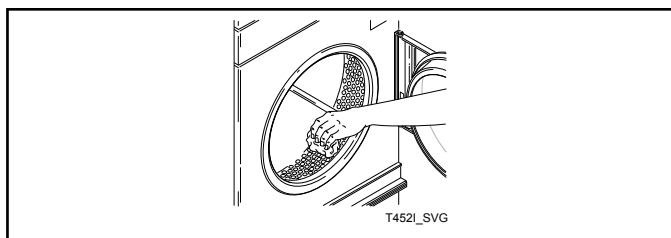

Abbildung 14
10. Die Trommel mit einem Allzweckreiniger oder einer Lösung aus Reinigungsmittel und Wasser auswischen. Siehe *Abbildung 14*.